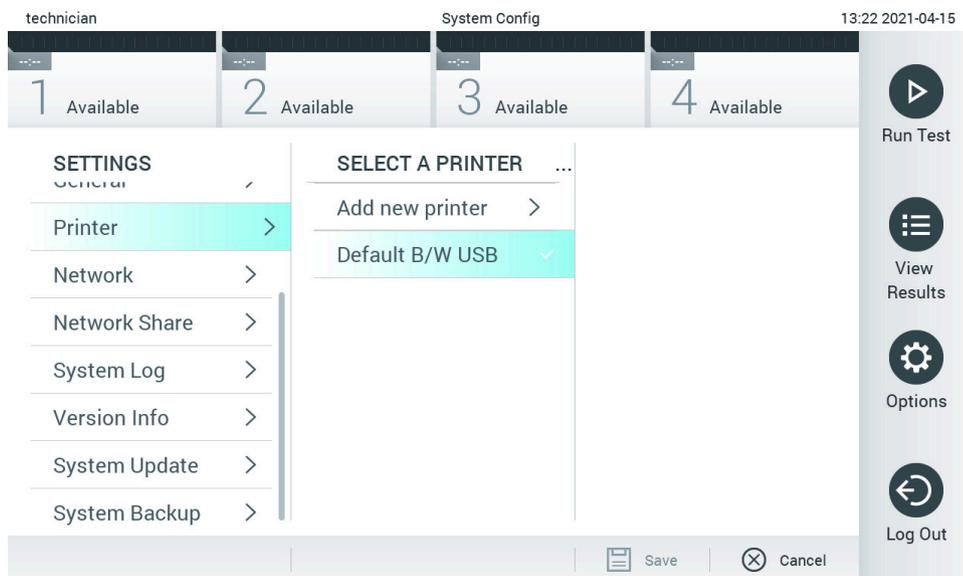

Figura 74. Selezione di una stampante di sistema.
3. Selezionare una stampante dall'elenco delle stampanti disponibili (Figura 74).